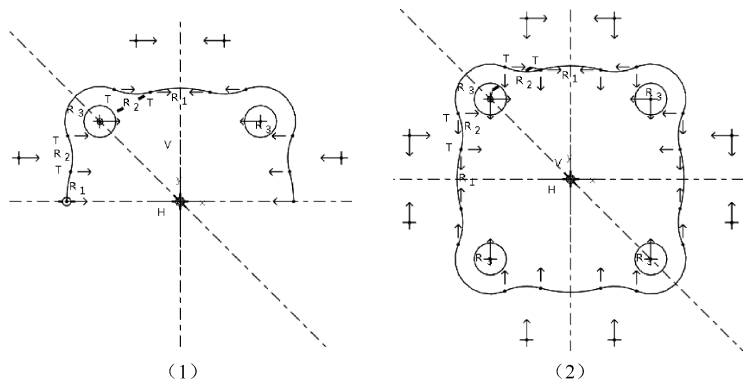

图 2-58 实例绘制步骤图 (4)
用鼠标左键框选所有图元，选择  镜像工具，选取 y 轴中心线，完成图形的左右操作，获得如图 2-58 (1) 所示的图形；再次用鼠标左键框选所有图元，选择  镜像工具，选取 x 轴中心线，完成图形的上下镜像操作，获得如图 2-58 (2) 所示的图形。